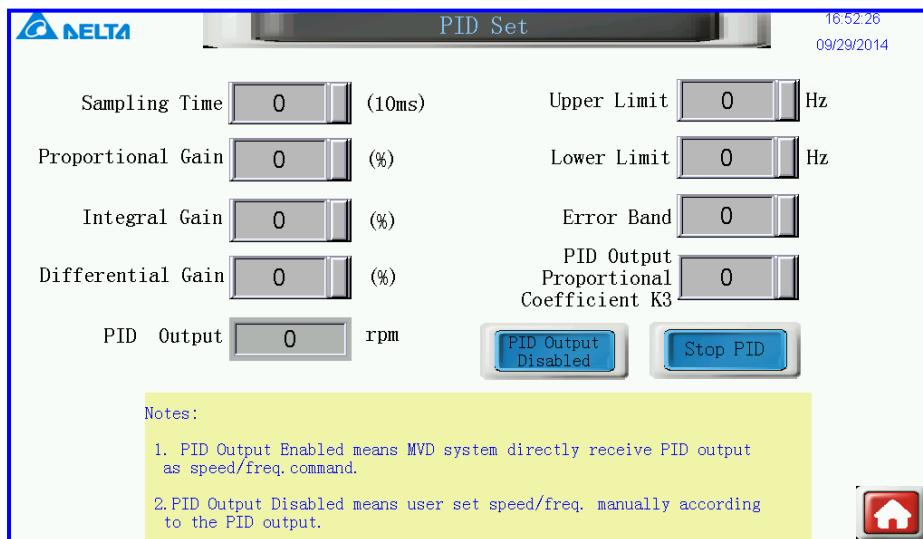

Рис. 3-4 Страница настройки ПИД-регулятора
- ❖ Start PID (включение ПИД-регулятора): После ввода всех параметров нажмите эту кнопку для их активизации; при этом откроется новая страница, как показано на Рис. 3-4.